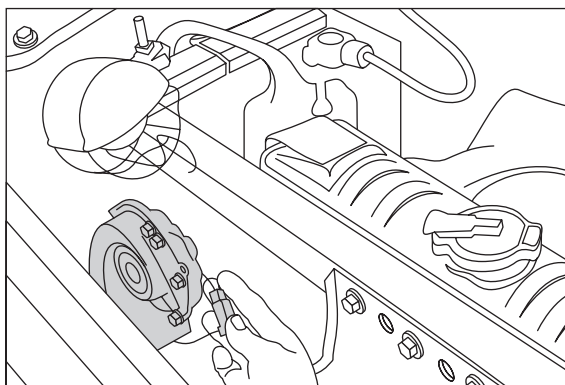

Рис. 20.1. Если клаксон заклинило, отсоедините от него провод, чтобы он перестал гудеть
- ✓ Если вышел из строя или заклинил клаксон, он будет производить самый ужасный звук, на который только способен автомобиль. До того как это произойдет, попросите кого-нибудь посигналить, чтобы вы смогли найти клаксон под капотом. Обычно там находятся два клаксона в виде улитки. К каждому из них идет по одному проводу, которые необходимо отключить, чтобы прекратить столь неприятный шум (рис. 20.1), но иногда достаточно отключить один провод. Выясните причину поломки клаксона, а когда вы отправитесь на своей машине на станцию технического обслуживания или в авторемонтную мастерскую с выключенным клаксоном, непременно сообщите механику, каким образом вы отключили от него провода. Если провода клаксона недоступны, просто отсоедините одну клемму АКБ или снимите *предохранитель*, который защищает от перегрузки электрическую цепь подачи звукового сигнала с помощью клаксона. Разумеется, автомобиль не поедет с отключенной клеммой АКБ, поэтому данная мера является лишь кратковременной до тех пор, пока вы сами не почините клаксон или дождетесь прибытия аварийной технической помощи.